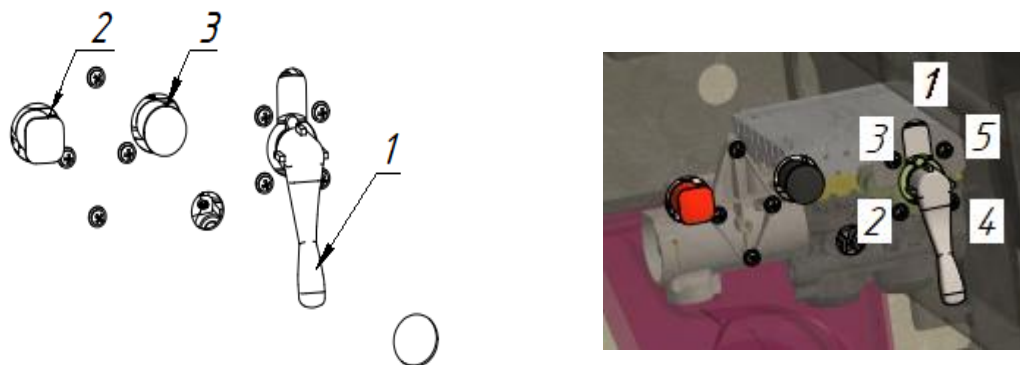

Рис. 1.6 - Пульт управления пневмоподвеской с краном
В случае обрыва соединительных шлангов между тягачом и полуприцепом, полуприцеп самозатормаживается. Для растормаживания (и затормаживания) полуприцепа используется кран (3) с механическими кнопками, расположенный на пульте управления (см. рис. 1.6)
Привод стояночного тормоза пневматический, действует на задние колеса и предназначен для затормаживания полуприцепа. Используется при сцепке и расцепке с тягачом. Затормаживание происходит за счет тормозных камер с энергоаккумуляторами. При отсутствии (отключении) подачи воздуха в пневмосистеме, полуприцеп автоматически затормаживается стояночной системой и ее разблокировка возможна только после накачивания воздуха до нужного давления, либо сжатием пружин энергоаккумуляторов специальными болтами. При наличии воздуха в пневмосистеме стояночная тормозная система полуприцепа может приводиться в действие вручную, потянув на себя кнопку (3), расположенную на пульте управления (рис. 1.6).